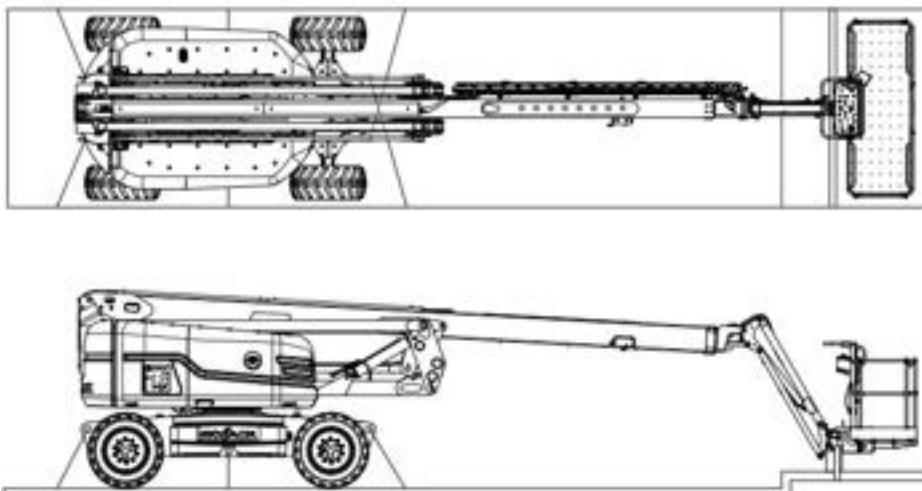

Figura 30 Pontos de amarração
6. Prenda a MEWP à superfície de transporte usando pontos de amarração (consulte a Figura 30).